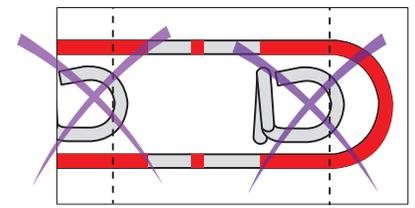

Fig.8
2. Rimuovere il distanziatore ⑨ (fig. 8) e verificare che l'eccentrico ⑦ rimanga centrato sull'attuatore ⑧ utilizzando i segni ⑩ (fig. 4A).
3. Armare il dispositivo premendo il blocco ⑬; si sentirà un "clic" (fig. 8).